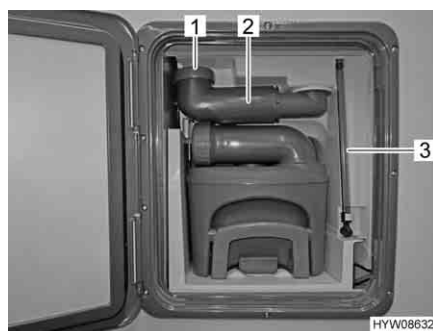

Fig. 158 Serbatoio fecale
■ Controllare il livello dell'acqua nel tubo di riflusso (Fig. 158,3). Il livello dell'acqua nel tubo di riflusso corrisponde al livello dell'acqua nella cassetta dell'acqua di risciacquo.
■ Ruotare verso l'esterno il bocchettone di riempimento (Fig. 158,2).
■ Svitare il coperchio (Fig. 158,1).
- Sganciare il tubo di riflusso (Fig. 158,3) e ruotarlo verso il basso.